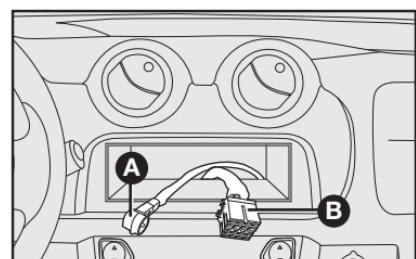

fig. 78
- cabo e plugue de alimentação elétrica para o autorrádio **B**-fig. 78.
- cabo e conector para antena de teto **A**-fig. 78.
- cabos e plugue para conexão dos alto-falantes e tweeters **B**-fig. 78.
- cabo de alimentação do autorrádio **B**-fig. 78.
- cabo para tweeter e alto-falantes dianteiros **B**-fig. 78.